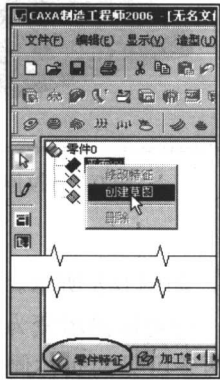

图 0-2 进入草图
(1) 在屏幕左侧的特征树中单击“零件特征”选项标签, 在弹出的“零件特征”选项页中选中“平面 XY”, 点击鼠标右键, 选择“创建草图”, 如图 0-2 所示。